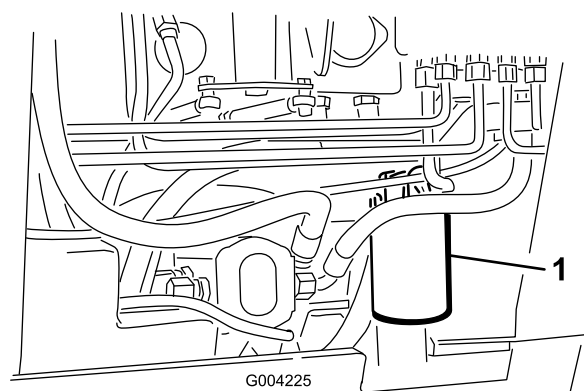

Figura 56
4. Coloque un recipiente debajo del filtro (Figura 56).
5. Retire el filtro usado (Figura 56) y limpie con un paño la superficie de la junta del adaptador del filtro.
7. Instale el filtro hidráulico nuevo en el adaptador del filtro (Figura 56). Apriete el filtro en el sentido de las agujas del reloj hasta que la junta de goma entre en contacto con el adaptador del filtro, luego apriete el filtro tres cuartos de vuelta más.